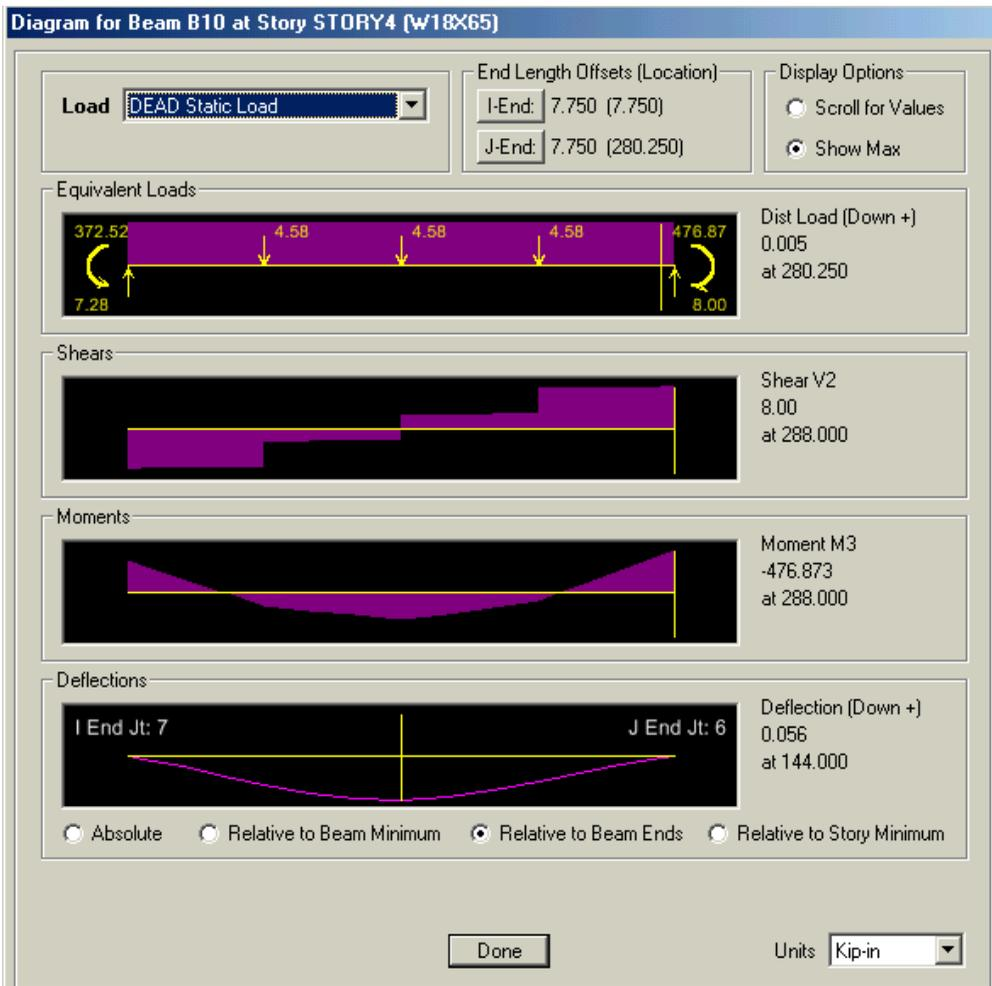

Figura 46 Detalle de fuerzas obtenidas al hacer click con el botón derecho sobre Beam Shown en la elevación vista en la Figura 45
C. Hacer click con el botón derecho del mouse en el nivel superior de la viga entre los ejes A y B para presentar el cuadro Diagram for Beam mostrada en la figura 46.